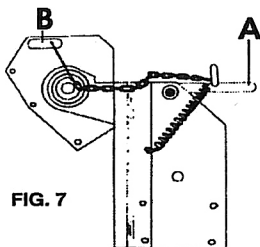
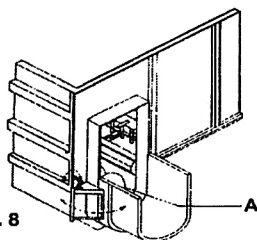

FIG. 7
FIG. 8
- 4.2 - Para descarregar através do sem fim "A" (fig. 6) devemos colocar as travas "A" e "B" da catraca na posição (fig. 7, pág. 07) e colocar o suplemento basculante do berço da rosca "A" conforme (fig. 8 pág. 07). Para transporte, voltá-lo na posição anterior.